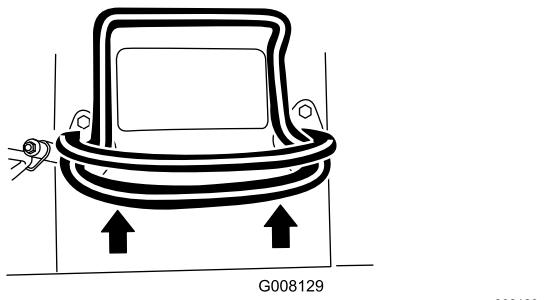

Figura 8
- Per avanzare, spostate in avanti il comando della trazione (Figura 8).